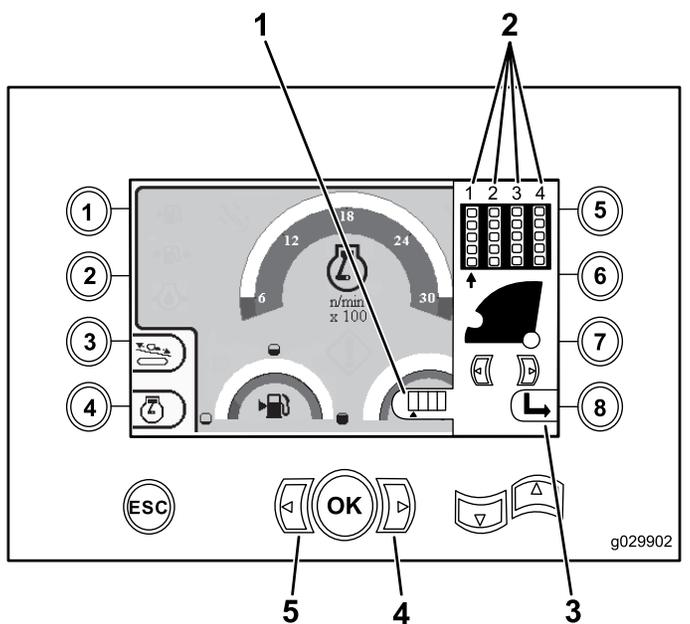

Figure 7
- Appuyez sur la flèche vers la droite ou la gauche pour sélectionner le numéro de la rangée à laquelle vous souhaitez accéder (Figure 7).
- Après avoir placé la flèche sous le numéro de la rangée à laquelle vous voulez accéder, appuyez sur le bouton 8 (Figure 7) pour masquer la fenêtre latérale.